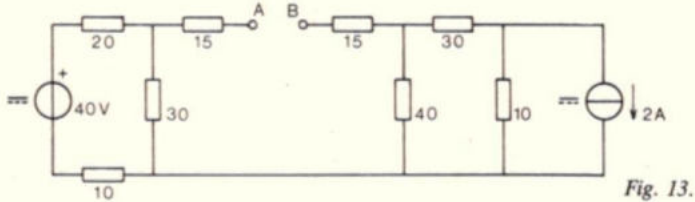

Fig. 13.
4. Stel het vervangingsschema van Thevenin op voor de klemmen A-B van de schakeling van fig. 13.